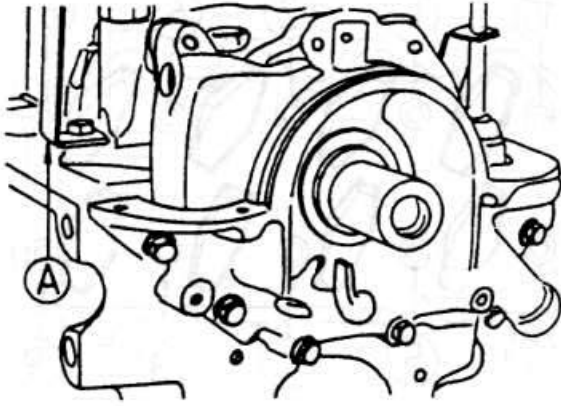

Рис. 2.25
- ♦ Снимите масляный насос с подающей (засасывающей) трубкой (рис. 2.25).